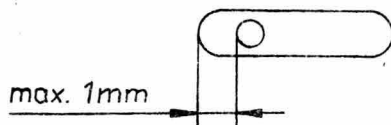

Abb. 6
- Die linksverlagerte Geradstichnaht ist konstruktiv festgelegt und nicht justierbar. Der Abstand des Nadelschaftes zur linken Stichlochkante kann max. 1 mm betragen. Die Stichlochkante darf aber von der Nadel nicht berührt werden (Abb. 6).